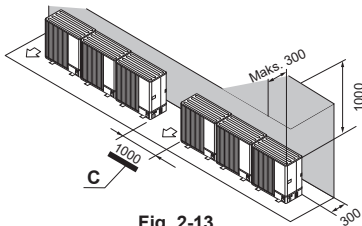

Fig. 2-13
- (2) Forhindringer eller lukkede områder kun foran og bagpå (Fig. 2-13)
- C: Område (Fig. 2-13)